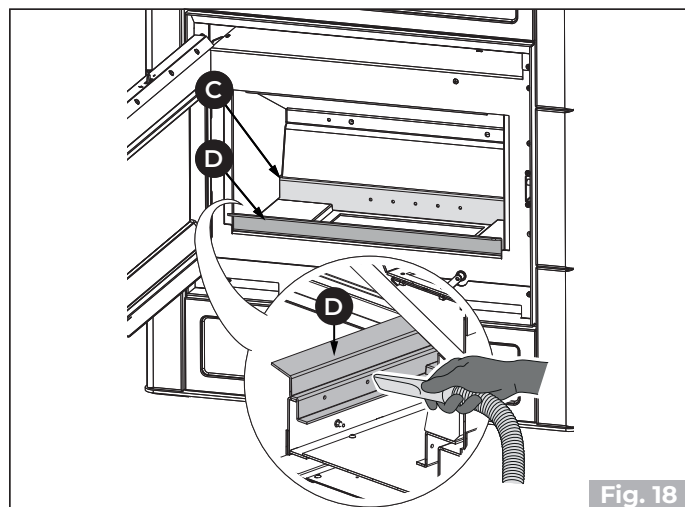

Fig. 18
- 3) Aspirer le trou arrière (C) et avant (D - s'il est prévu) du distributeur d'air comburant afin d'éviter toute accumulation de cendre (Fig. 18).